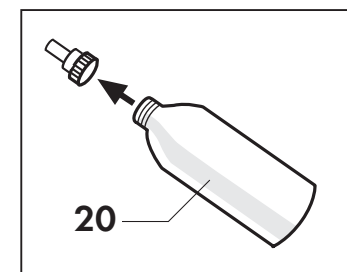

Fig. 2
Svitare il tappo presente sulla bottiglia (20) in dotazione; riempire la bottiglia con acqua; chiudere nuovamente la bottiglia utilizzando il tappo in dotazione. (Fig. 2)